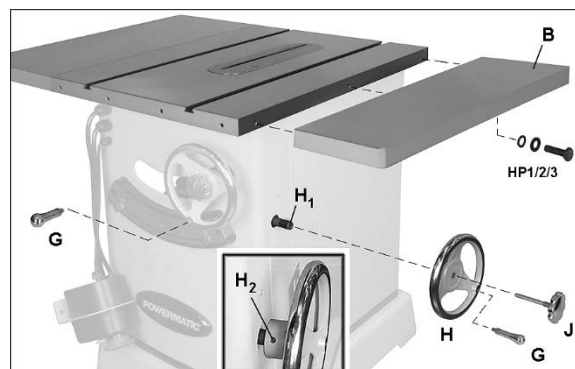

Figure 6-3 : Installer les accessoires
Voir la Figure 6-3.
1. Enlevez le ruban adhésif autour de l'arbre pour exposer les filets et la clavette d'arbre (H, Figure 6-3).
2. Assurez-vous que la vis de calage du volant (H) est suffisamment desserrée pour éviter toute interférence.
4. Poussez le volant sur l'arbre jusqu'à son maximum, puis serrez la vis de calage (H).
5. Installez le bouton de verrouillage (J, figure 6-3) et les poignées (G). Utilisez la clé sur les poignées à plat pour les serrer contre les volants.